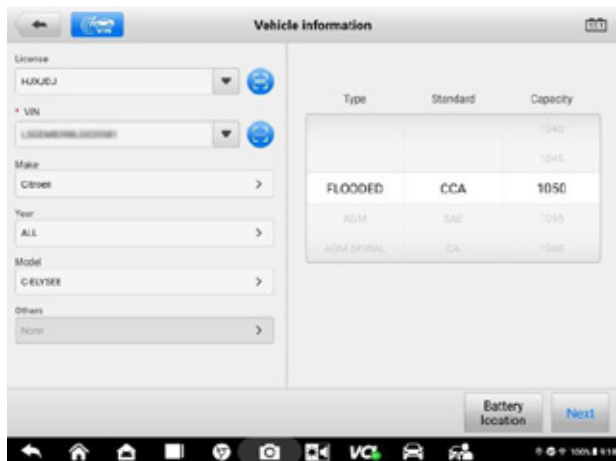

Abbildung 9-4 Bildschirm mit Fahrzeuginformationen
1. Tippen Sie auf dem Bildschirm Fahrzeuginformationen auf **Weiter** (Abbildung 9-4). Folgen Sie den Anweisungen auf dem Bildschirm. Markieren Sie die Kästchen, wenn alle erforderlichen Aufgaben abgeschlossen sind, und tippen Sie auf **Test starten**.